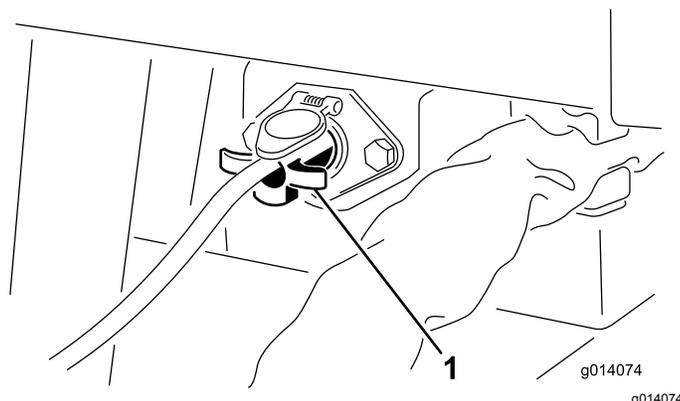

Figura 9
4. Nos modelos SH, ligue o interruptor On/Off do pendente (extremidade de 4 pinos) na tomada no canto frontal esquerdo da máquina (Figura 9).